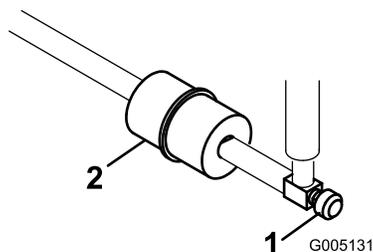

Рисунок 29
Проходной топливный фильтр встроен в топливный трубопровод между топливным баком и карбюратором (Рисунок 29).
1. Закройте клапан отключения подачи топлива (Рисунок 29).
2. Установите под фильтр сливной поддон, ослабьте шланговый хомут на обращенной к карбюратору стороне фильтра и отсоедините топливный трубопровод от фильтра (Рисунок 29).
3. Ослабьте другой шланговый хомут и снимите фильтр (Рисунок 29).